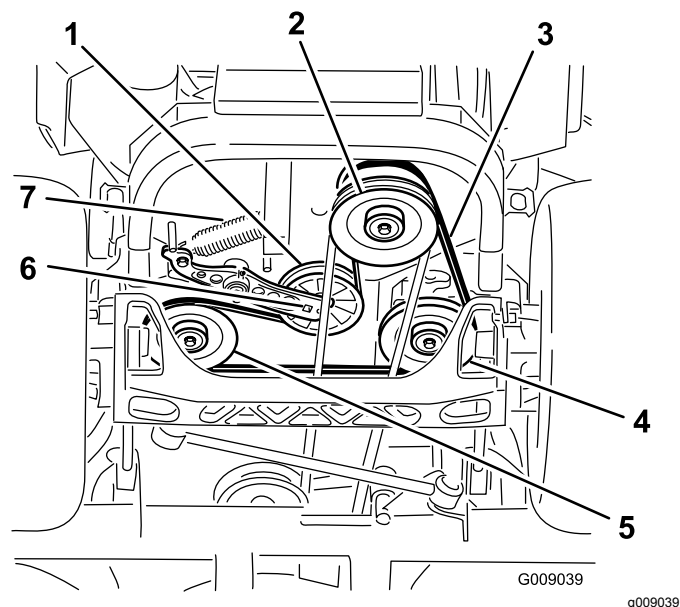

Figura 95
4. Levante la máquina y apóyela sobre gatos fijos (Figura 95).
5. Utilice una llave de carraca en el taladro cuadrado del brazo tensor para retirar el muelle tensor (Figura 95).
6. Desenganche el muelle de la polea tensora del bastidor (Figura 95).
9. Utilizando la llave de carraca en el taladro cuadrado del brazo tensor, instale el muelle tensor en el bastidor (Figura 95).